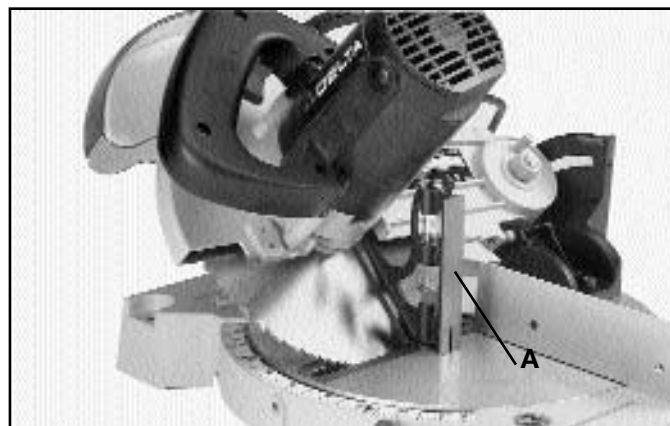

Fig. 23
7. Utilizando una escuadra de combinaciones (A) Fig. 23, revise si la hoja se encuentra a 45 grados de la mesa, como se ilustra aquí.